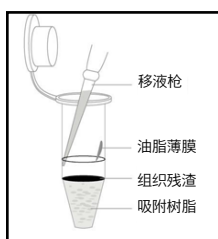

图 2
5. 用移液枪吸取水层，吸取时注意避免取到表面油脂层、树脂以及组织残渣（见图 2）。